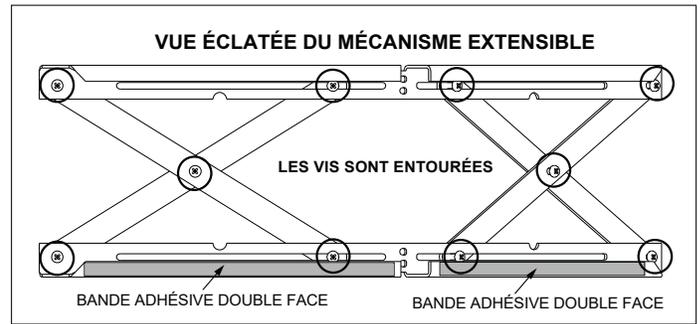

Figure 21.1
1. Les 10 vis de chaque mécanisme extensible sont fournies desserrées. **Figure 21.1**